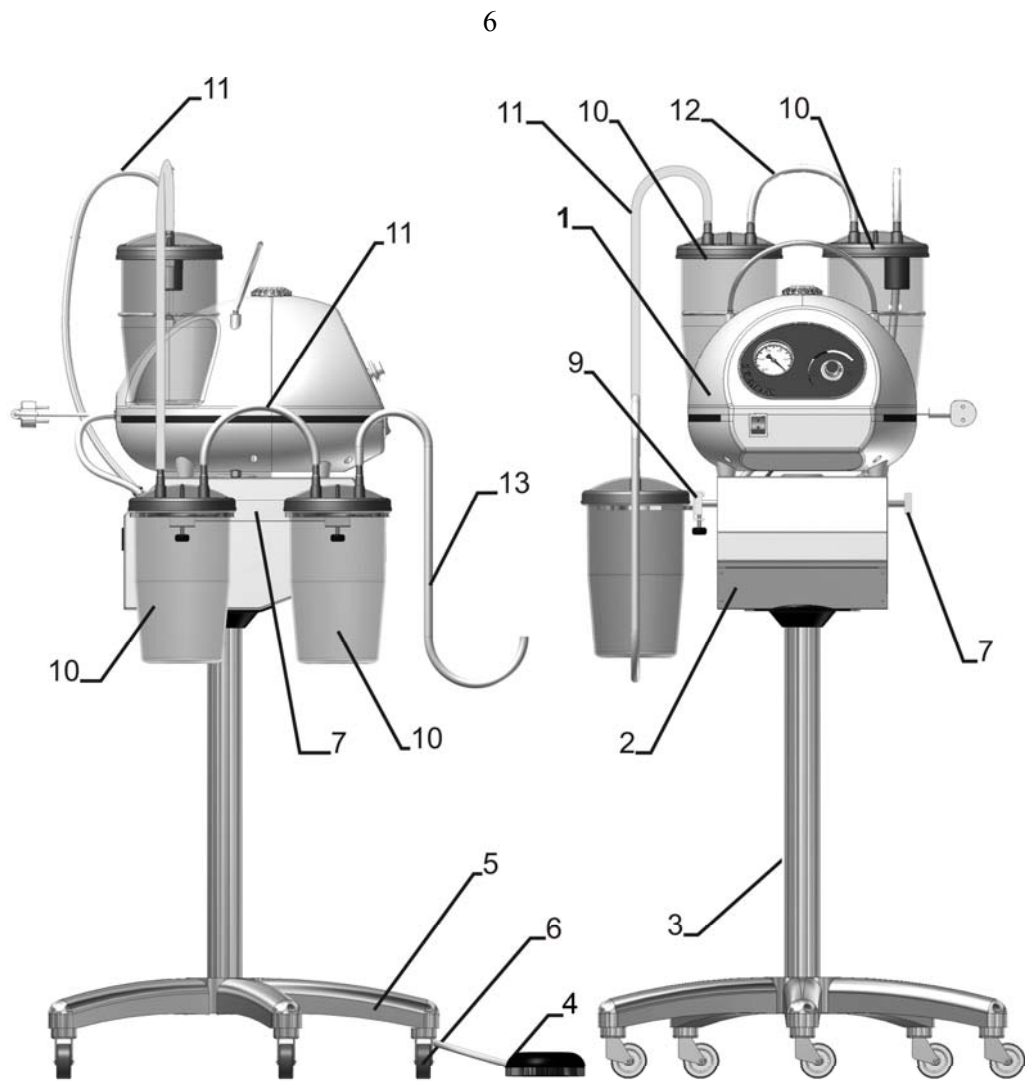

Рисунок 1. Отсасыватель Элема-Н АМ4М10
5.2 Отсасыватель состоит из следующих частей (рис.1): верхний блок (1), нижний блок (2), стойка (3), пятилучевая опора (5), колеса (6), две шины (7) для навески дополнительных элементов, пусковая пневматическая педаль с шлангом (4). На шины с помощью держателей (9) с зажимным винтом навешены аспирационные банки (11), соединенные шлангами (12). К входной банке подключен отсасывающий шланг (13).